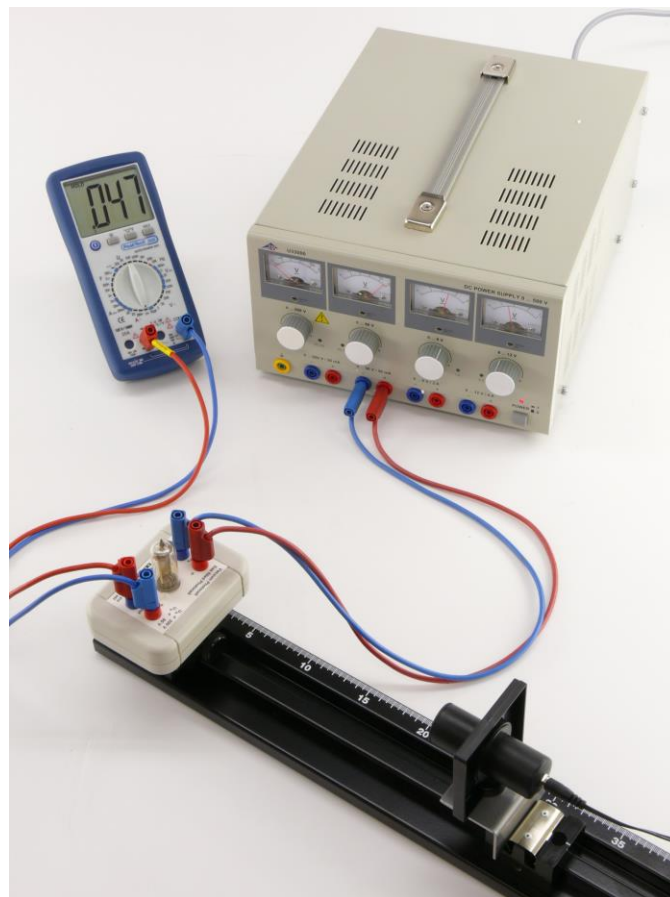

Fig. 2 Montaje experimental para la comprobación del efecto fotoeléctrico
- Se monta la célula fotoeléctrica en el material de soporte o sobre un banco óptico (fig. 2).